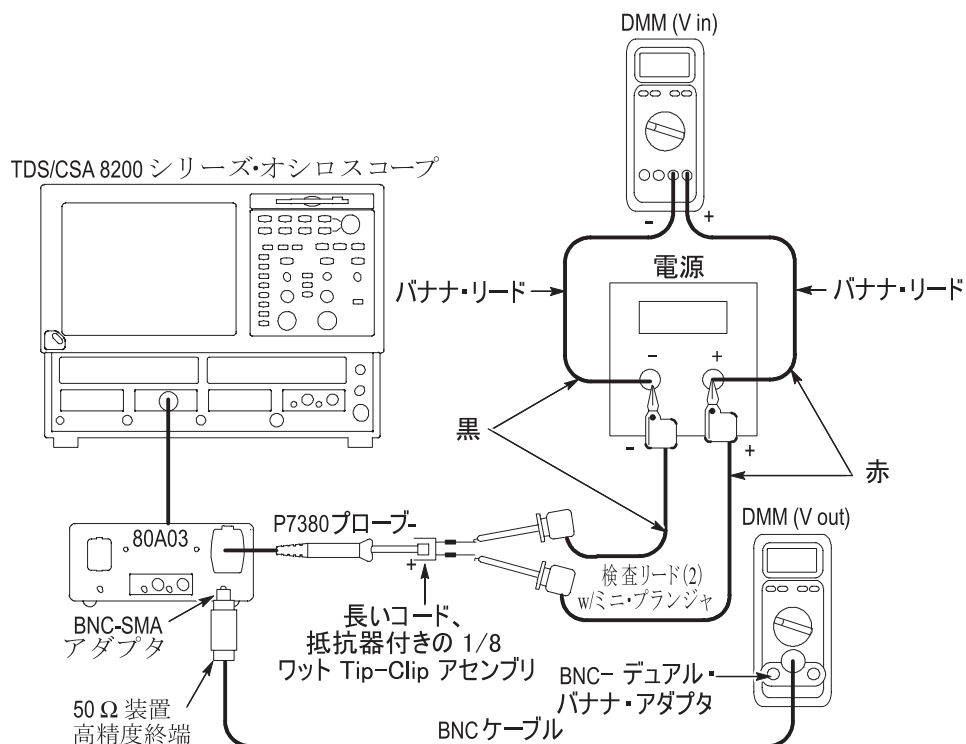

図 13 : DC ゲイン精度の設定
2. 図 13 に示すように、Tip-Clip アセンブリを使用してプローブを電源に接続します。DMM の 1 つを使用して電源電圧を監視します。